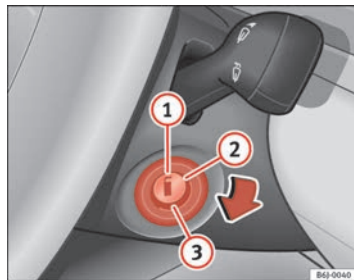

Fig. 96 Posiciones de la llave de contacto
En esta posición ⇒ **página 141, fig. 96** el encendido y el motor están desconectados pudiéndose bloquear la dirección.
- Gire la llave de contacto hasta la posición ⇒ **página 141, fig. 96 ②**. El testigo  se encenderá en caso de precalentamiento del motor.
- En cuanto se apague el testigo, gire la llave de encendido a la posición **③** para poner en marcha el motor y no pise el acelerador.
- Gire la llave de contacto a la posición ⇒ página 141, fig. 96 ①.